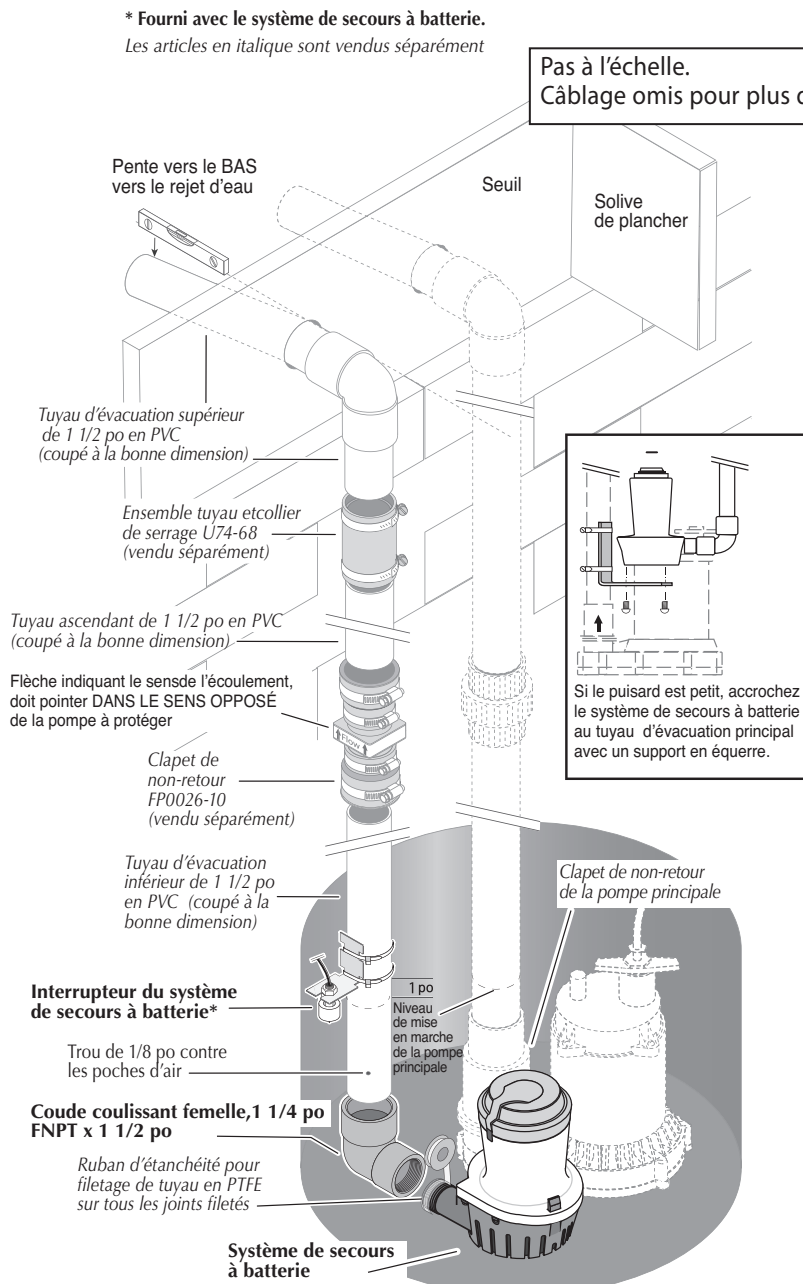

Figure 2 : Évacuation séparée - Installation type
- ◆ Consultez les pages 5 à 8 pour déterminer la méthode d'installation qui vous convient le mieux. Une installation à « évacuation séparée » (voir la figure 2) est recommandée.
Installez la pompe de secours sur le support en équerre (figure 2).